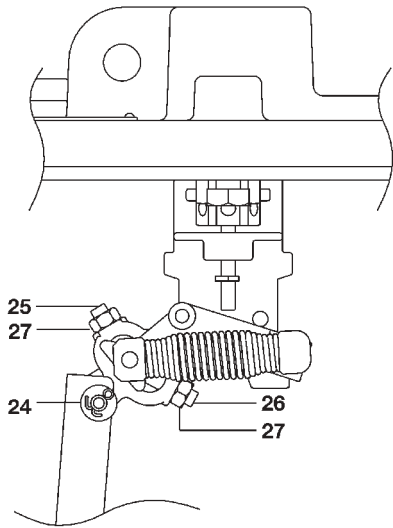

Fig. 8
Nota: Le viti di regolazione del meccanismo (particolare 25 e 26 della fig.8) sono regolate in stabilimento e non devono essere manomesse durante le operazioni di manutenzione che seguono.
a. Rimuovere l'alberino (particolare 24, fig.8) dal terminale del braccio di connessione tra galleggianti e meccanismo e ruotare il galleggiante ed il braccio di connessione verso la parte opposta dell'asta di supporto.